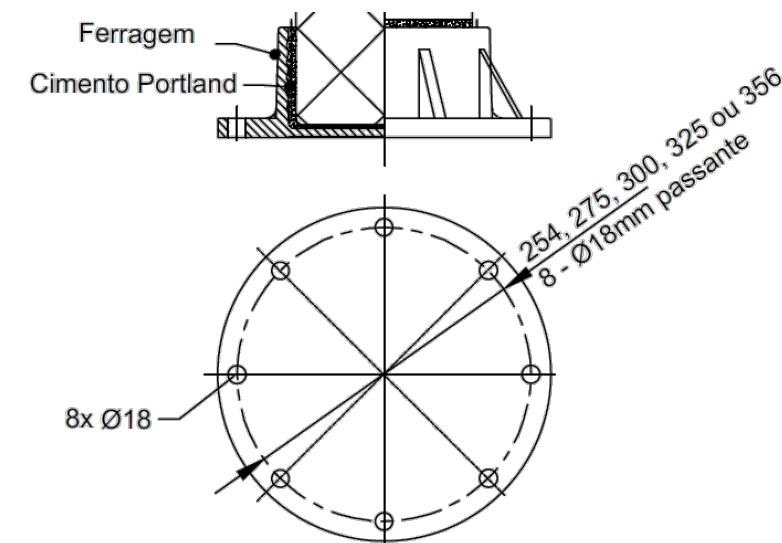

FIGURA 5
- Para isoladores de 550kV (NBI de 1550, 1675 ou 1800kV dependendo do caso), o tipo de ferragem de topo mais comum é a da figura 5 com 275 ou 300mm de círculo de furação:
Também são possíveis ferragens como as da figura 5, porém com círculos de furação diferentes, (254, 325 ou 356mm), mas estes círculos de furação não menos comuns.
- Para isoladores acima de 550kV normalmente se utilizam bases da figura 5 com 325mm de círculo de furação:
- Para aisladores de 550 kV (BIL = 1550, 1675 o 1800 kV, según el caso), el tipo más común de herraje superior es de acuerdo con la figura 5 con 275 o 300 mm de círculo de perforación:
También es posible herrajes como el da figura 5, pero con diferentes círculos de perforación (254, 325 o 356 mm), pero estos círculos de perforación no son comunes.
- Para aisladores superiores a 550 kV, generalmente se utiliza las bases de la figura 5 con 325 mm de círculo de perforación.